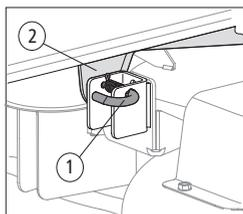

Fig. 32
- Localize os pinos de liberação (1) da bandeja localizados à direita e esquerda da bandeja. Puxe os pinos (1) e libere a bandeja dos braços de elevação (2) esquerdo e direito, [Fig. 32].